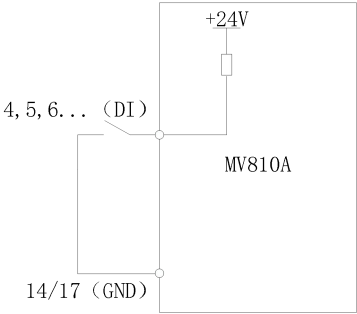

图 2-8 使用变频器内部+24V 电源连接方式
(2) P09.11=1 (数字端子开路电压选择 24V)
① 干节点方式，接线方式如图 2-8 所示。